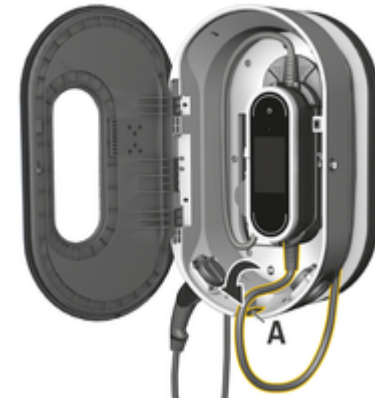

Abb. 19: Bedieneinheit einhängen
3. Fahrzeugkabel durch die Öffnung **A** (Abb. 19) führen und nicht benötigte Leitungslänge um das Lade-Dock wickeln.